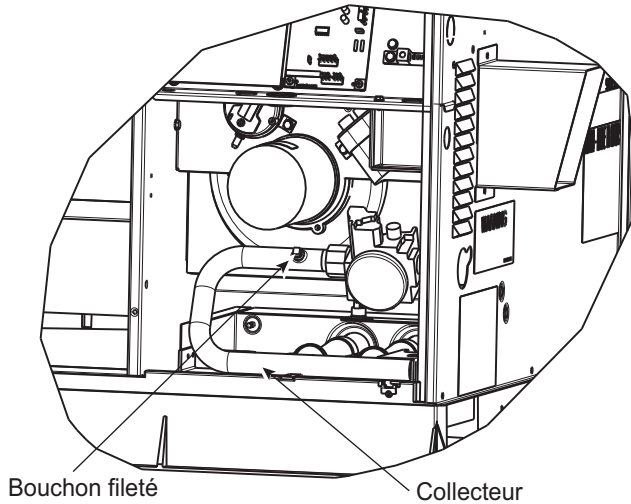

Figure 11 – Ensemble du brûleur
2. Retirez le bouchon de tuyau du collecteur (consultez la fig. 11) et raccordez le manomètre. Ouvrez l'arrivée de gaz de l'appareil.
- Coupez l'arrivée de gaz de l'appareil. Débranchez le manomètre du point de pression et remettez en place le bouchon de tuyau sur la vanne de gaz. (Consultez la fig. 11.) Ouvrez l'arrivée de gaz de l'appareil et vérifiez s'il y a des fuites.